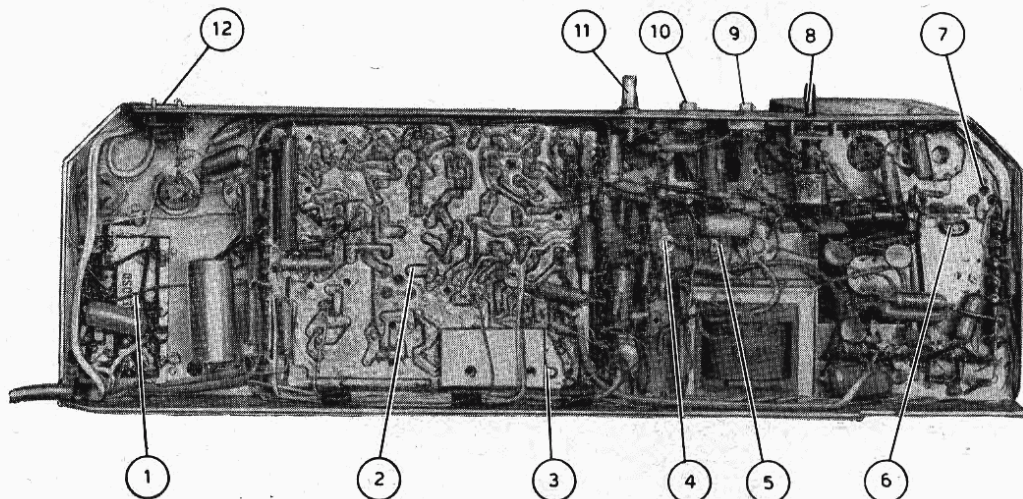

Fig. 9 - Vista inferiore telaio.
Per ottenere una giusta regolazione dell'ampiezza orizzontale occorre regolare il potenziometro da 0,5 M Ω R 550 (situato sotto il telaio, fig. 9) in modo da ottenere, sul terminale 5 del trasformatore di riga, una tensione rialzata di $800 \div 850 V (DC)$.
Regolare il nucleo della L 503 (bobina di linearità situata entro la gabbia EAT, fig. 9) per ottenere la giusta linearità dell'immagine in senso orizzontale. Segnale campione in antenna: monoscopio RAI oppure segnale a scacchi o a reticolo fornito da un opportuno generatore.
semifisse della linearità verticale; una, R 524, è accessibile mediante cacciavite, sul retro del televisore e la sua regolazione agisce sulla parte superiore del quadro. La seconda regolazione, R 516 (fig. 9 e 10), agisce sulla parte centrale del quadro e la sua corretta regolazione è effettuata in sede di collaudo oppure quando si provvede alla sostituzione della PCL 85 (PCL 805) (V 501).